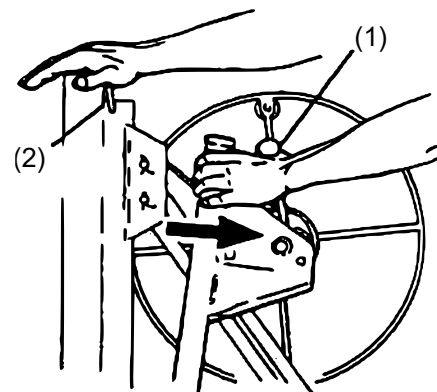

Abbildung 4
c. Legen Sie Ihre rechte Hand auf das Oberteil des Stativs. Den Bremshebel so weit betätigen **(1)**, dass das Seil nicht rutscht. Ziehen Sie die Windenbaugruppe gegen sich (Abb. 4).
d. Wenn die Winde voll ausgefahren (weg vom Stativ) ist, den Bremshebel loslassen und den Haltehaaken **(2)** ausschwenken, so dass er nicht mehr die Ausziehteile innerhalb des Stativs blockiert (Abb. 4).